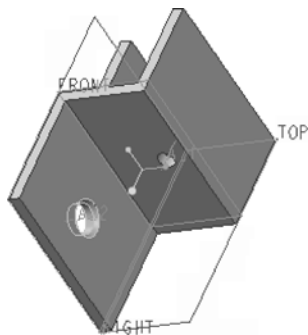

图 4-11 创建简单孔 2
- 9 在“孔”选项卡中单击“完成”按钮 ，完成使用标准孔轮廓的简单孔，效果如图 4-11 所示。